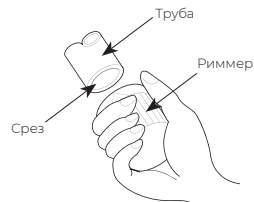

Рис. 11
2. С помощью риммера или инструмента для снятия заусенцев полностью удалите заусенцы с конца отрезанного куска трубки. См. рис. 11.